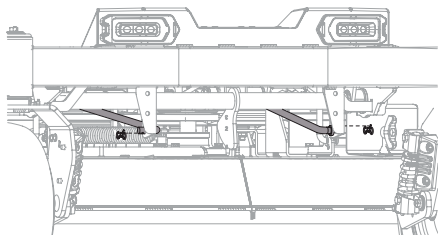

Figure 49
6. Retirez les deux goupilles fendues des tiges fixant les supports de relevage au milieu sur le devant du châssis aux supports du plateau. Tirez l'extrémité avant des tiges (Figure 49).